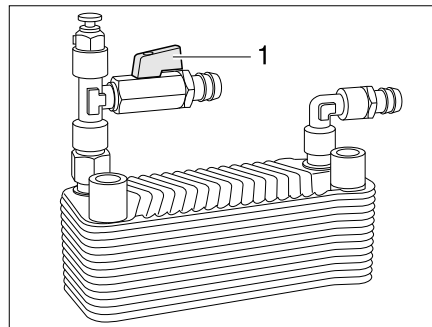

Fig. 316 Echangeur de chaleur Alde
- Placer la poignée (Fig. 316,1) du robinet d'arrêt parallèlement à la conduite.
- Placer la poignée (Fig. 316,1) du robinet d'arrêt transversalement à la conduite.